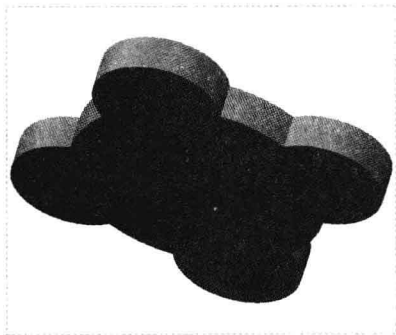

图 8-57 图形文件
Step 01 按【Ctrl+O】组合键，打开图形文件，如图 8-57 所示，在“功能区”选项板的“模型”选项卡中，单击“高级”面板中的“槽”按钮